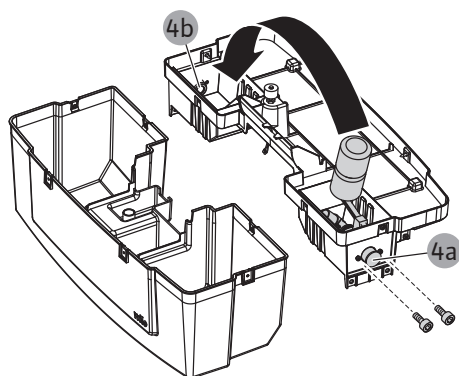

Fig. 17: Retrait du couvercle de la bache de stockage et desserrage des vis de fixation de la vanne de réalimentation
6. Enlever les vis sur le support de la vanne de réalimentation (Fig. 17).
7. Retirer la vanne de réalimentation avec le support et la placer sur le côté opposé (pos. 4b) de la bache de stockage.